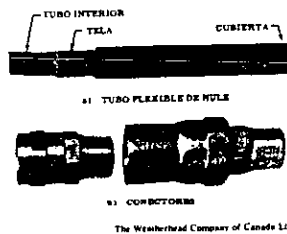

Fig. 23 Tubería flexible y conectores.
**TUBERÍA FLEXIBLE DE HULE** (fig. 23).- La tubería flexible consiste de tres partes separadas: una de neopreno (hule sintético) interior, una capa de refuerzo de tela y una capa exterior de neopreno.